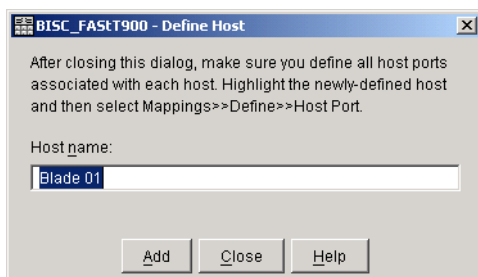

図7-56 ホストの定義
12. ホストを追加するために、作成したばかりのホスト・グループを選択し、「Mappings」→「Define」→「Host」を選択する。これで、図 7-56 のようなウィンドウが開きます。